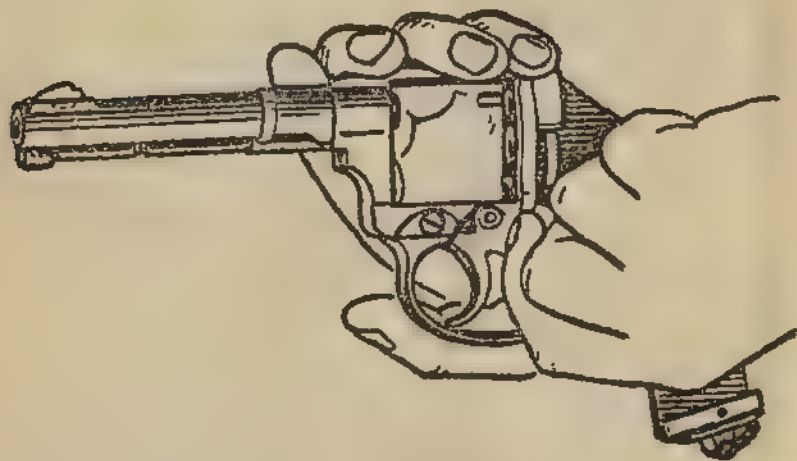

Рис. 34. Как вынуть собачку.
8) вынуть собачку, положив револьвер на ладонь левой руки, как показано на рис. 34;